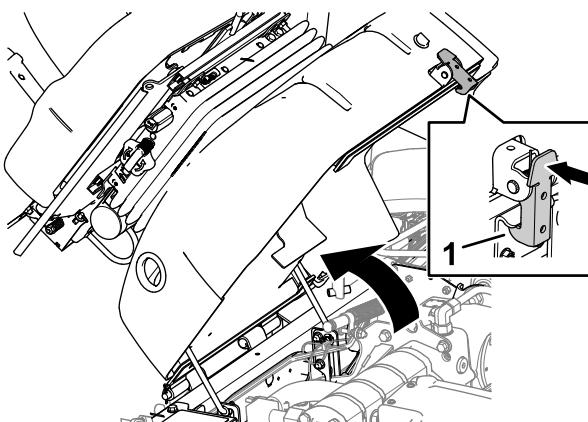

Bild 97
1. Schieben Sie die Sitzverriegelung nach außen (Bild 97).